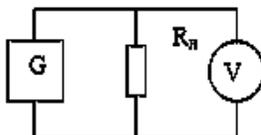

Рис. 4.2
4.27. Соберите схему (рис. 4.2) .